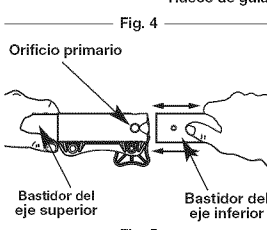

Fig. 5
3. Mientras sostiene el bastidor del eje superior con firmeza, tire del accesorio de corte o accesorio en línea recta fuera del acoplador EZ-Link™ (Fig. 5)